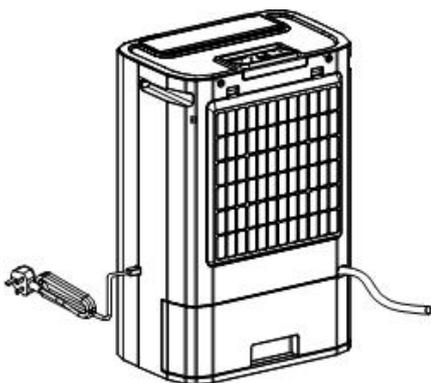

Abb. 1
- 3.5. Schieben Sie nun den Wassertank wieder in seine normale Position. Achten Sie darauf, dass dabei der Schlauch durch die für ihn vorgesehene kleine Öffnung rechts über dem Kondensatstank geführt wird und alles ordnungsgemäß sitzt und kein Wasser an den Verbindungen auslaufen kann (siehe Abb. 1).